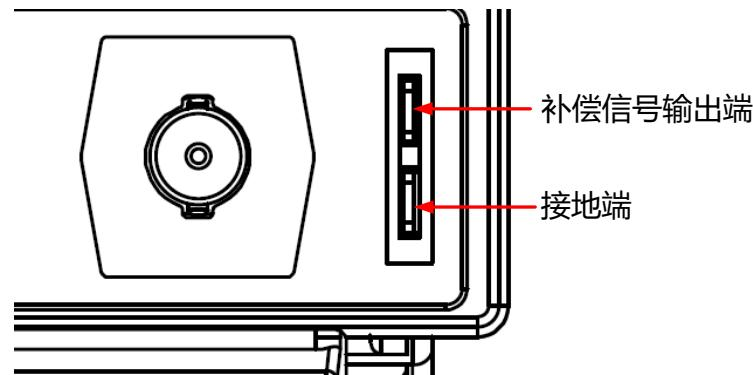

图 4.6 补偿信号
2. 将探头的接地鳄鱼夹连接至图 4.6所示的“接地端”。
3. 使用探头连接示波器的通道 1 (CH1) 输入端和图 4.6所示的“补偿信号输出端”。